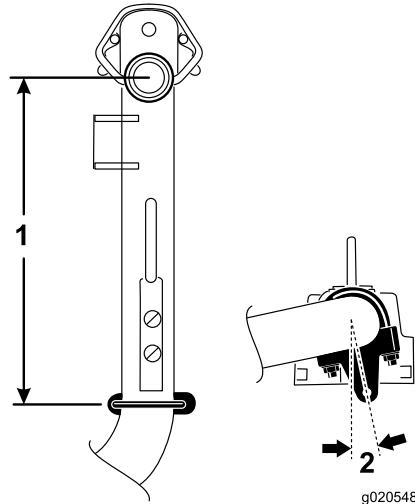

**Figura 5**
- 4. Sui bracci di sollevamento n° 2 e n° 3, posizionate le staffe e i bulloni a U a una distanza di 38 mm dietro la linea centrale dello snodo di articolazione (Figura 5).